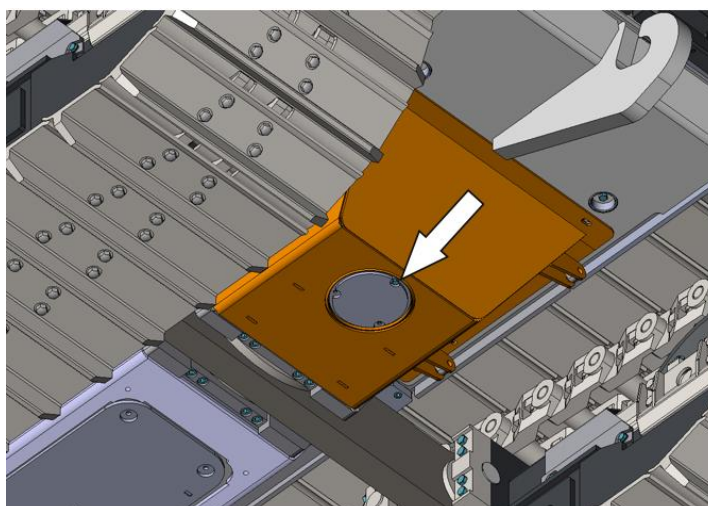

Рисунок 5.10. Съемная крышка передней брони
- ▶ Очистить крышку брони от загрязнений (рис. 5.10 показано стрелкой);
- ▶ Предварительно очищенную крышку передней брони, рис. 5.10, установить на место.